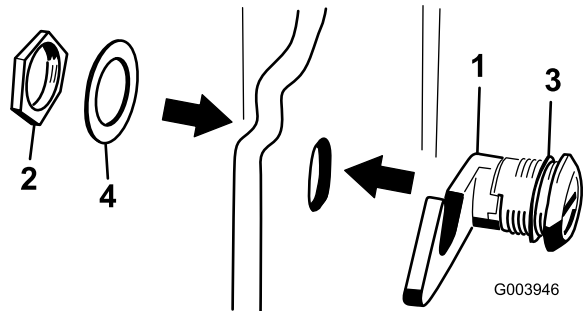

Figure 17
- Retirez l'écrou de l'ensemble verrou de capot (Figure 17).